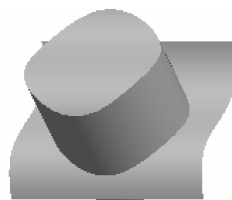

图 8-96 第 1 次曲面合并
(4) 在图形区按钮鼠标中键完成曲面合并，模型如图 8-96 所示。